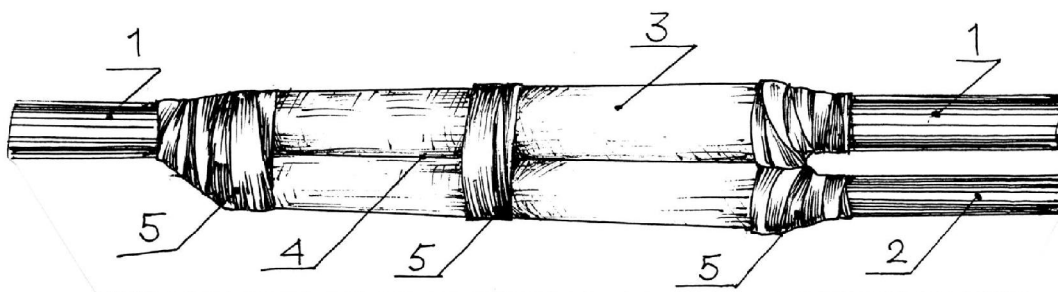

Рис. 7. Установка опорного листового каркаса на сrostок.
4.9. Поверх восстановленного экрана устанавливается листовой каркас из полимерного материала, входящий в монтажный комплект муфты. Лист каркаса обматывается вокруг сростка 2-3 слоями. При установке каркаса необходимо обеспечить его плотную посадку на упакованный сросток. Лепестки на краях каркаса закрепляются бандажами из ленты ПВХ с липким слоем (Рис. 7).